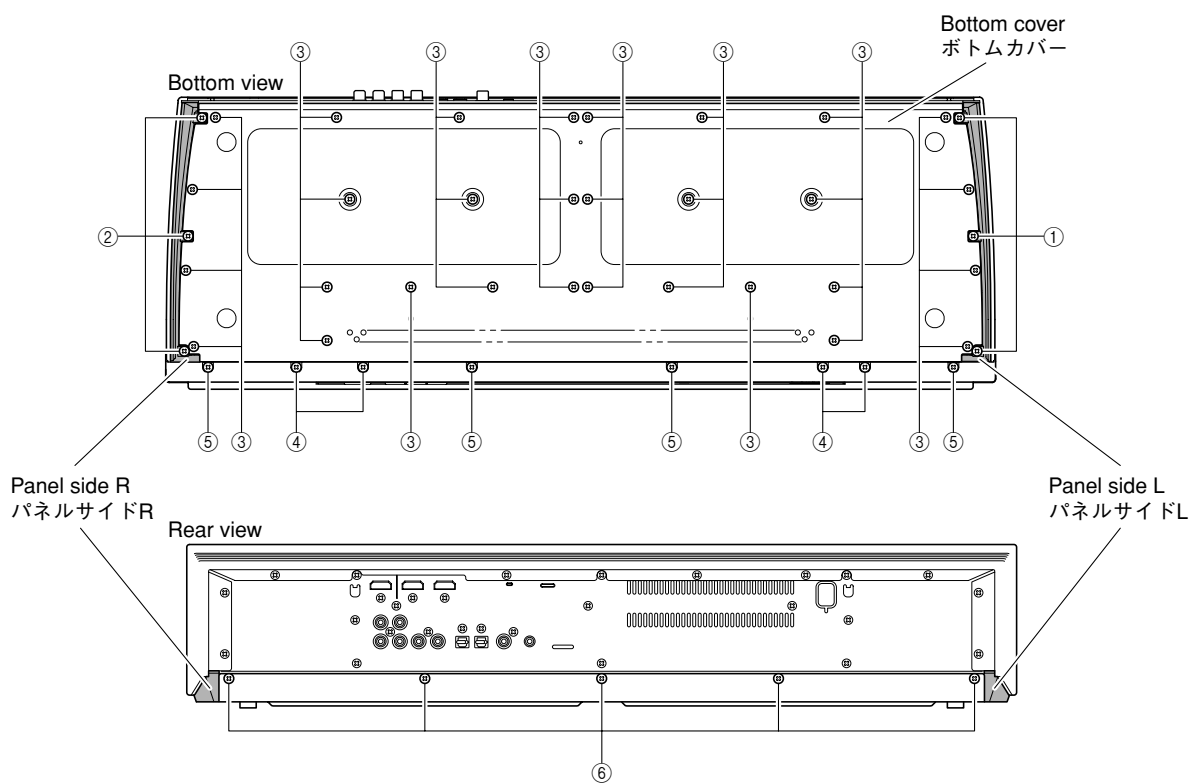

Fig. 9
- a. Remove 3 screws (①) and then remove the side panel L. (Fig. 9)
- b. Remove 3 screws (②) and then remove the side panel R. (Fig. 9)
- c. Remove 30 screws (③), 4 screws (④), 4 screws (⑤) and 5 screws (⑥). (Fig. 9)
- a. ①のネジ3本を外し、パネルサイドLを取り外します。(Fig. 9)
- b. ②のネジ3本を外し、パネルサイドRを取り外します。(Fig. 9)
- c. ③のネジ30本、④のネジ4本、⑤のネジ4本、⑥のネジ5本を外します。(Fig. 9)